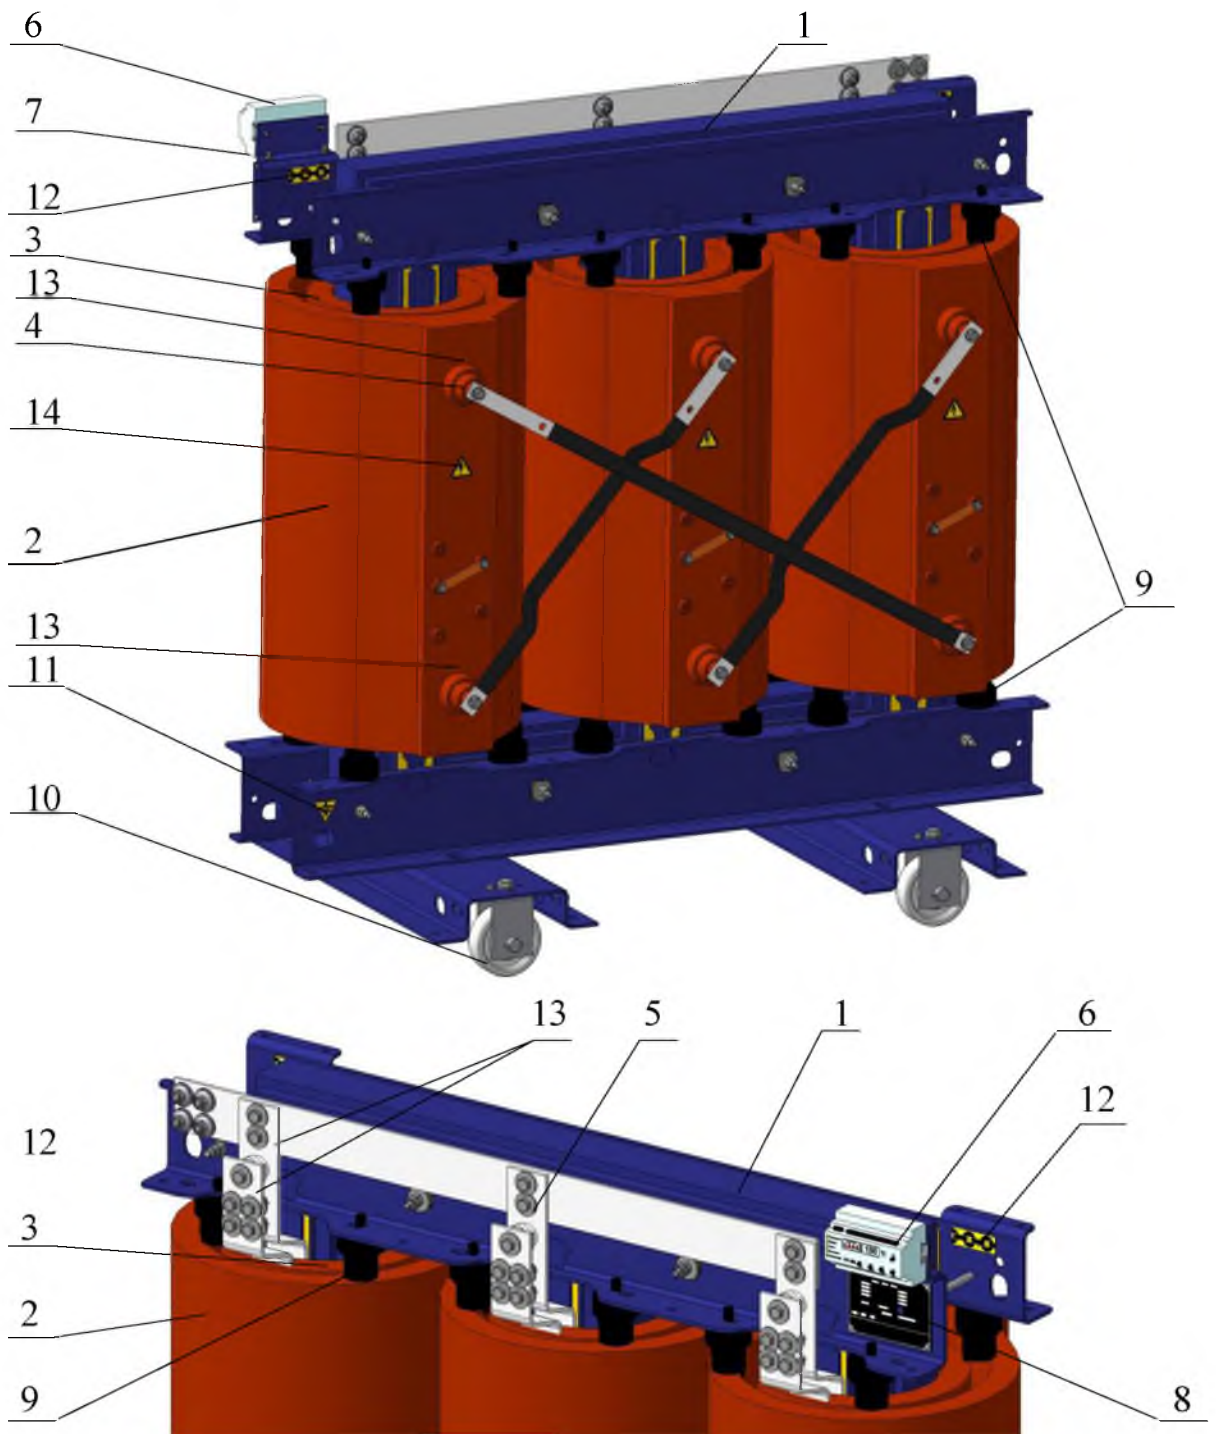

Рисунок 1 - Трансформатор в сборе.
2.1 В конструкцию трансформаторов типа ТСЛ входят следующие составные части (см. рис. 1):
Отводы НН (см. рис. 1 поз. 5) и соединения обмоток НН в схему выполнены из алюминиевой шины прямоугольного сечения. Присоединительные размеры к контактным площадкам отводов НН трансформатора типа ТСЛ представлены на соответствующем габаритном чертеже.
Отводы ВН (см. рис. 1 поз. 4) выполнены по форме усеченного конуса на поверхности обмотки ВН, соединение осуществляется посредством болтового соединения.